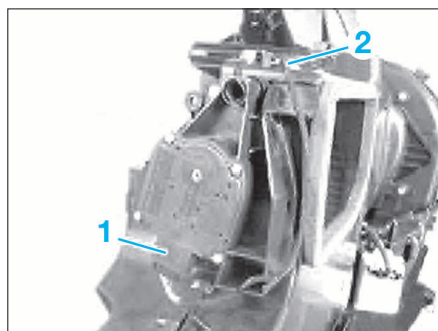

FIG. 20
- Débrancher le connecteur (1) (Fig.20).
- Déposer la conduite d'air (2).